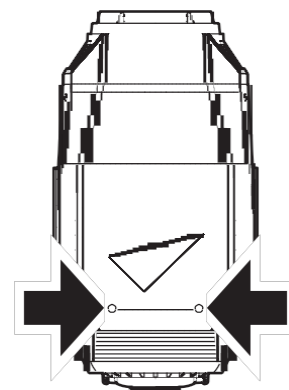

Рисунок 20. Винты крышки головной части
2. Снимите верхние панели головной части, ослабив их стопорные винты на четверть оборота (см. рисунок 20).
3. Удалите два стопорных винта на четверть оборота (см. рисунок 20) из верхней панели, снимите ее с головной части. Панель может удерживаться страховочным тросом, также возможно отсоединить страховочный трос и снять крышку полностью.